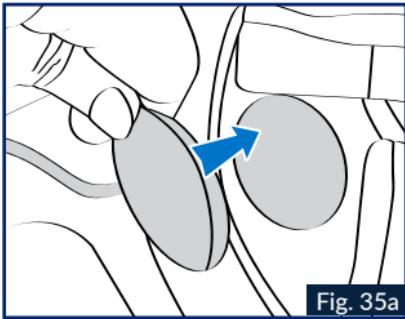

Fig. 35a
6. Insérer dans les logements auriculaires les speakers gauche et droit du **SENA FOR SHARK** (Bluetooth ou Mesh), la fixation se fait par le velcro présent à l'arrière des speakers et le velcro présent sur les bouchons en mousse présent dans les logements auriculaires. Fig.35a/b